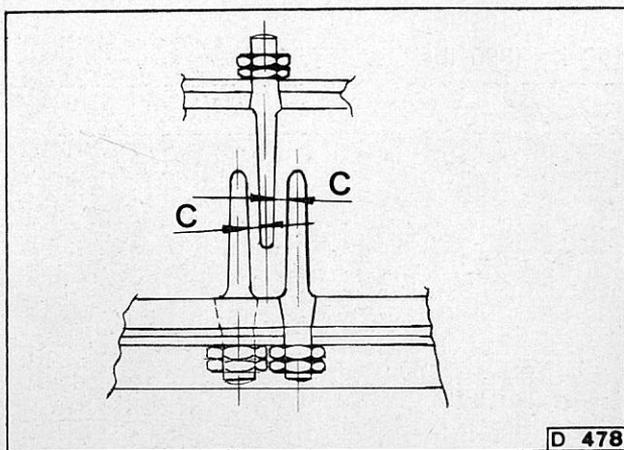

Fig. 222
- Lors du montage du batteur et du contre-batteur à dents, s'assurer que le jeu C, Fig. 222, entre les dents du batteur et du contre-batteur est de 7 mm (9/32").